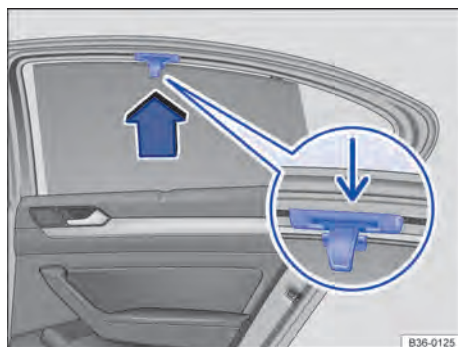

Fig. 118 No vidro traseiro direito: cortina de proteção solar. ▶
- Puxar a cortina de proteção solar pela alça frontal → Fig. 118 (lupa) no sentido da seta, totalmente para cima.
- Prender a barra retentora com ambos os olhais nos respectivos suportes → Fig. 118 (seta pequena). Verificar se a cortina de proteção solar estendida está encaixada seguramente em no suporte.
- Para desenrolar, desprender a cortina de proteção solar em cima e, com as mãos, conduzir para baixo → ❶.
❶ NOTA